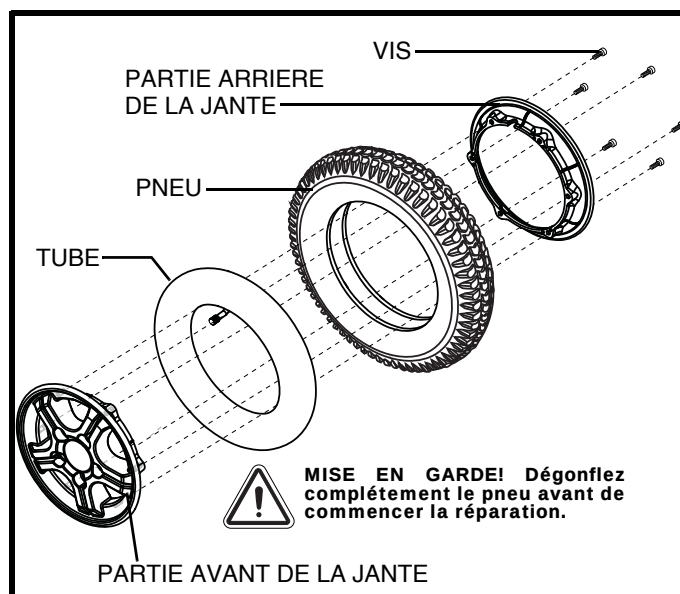

Figure 22. Roue motrice démontée
6. Retirez les écrous et rondelles afin de séparer les moitiés de jante. Voir la figure 22.
7. Enlevez l'ancien tube des pneus gonflables et remplacez-les par un nouveau tube ou changez le pneu solide en entier. Voir la figure 22.